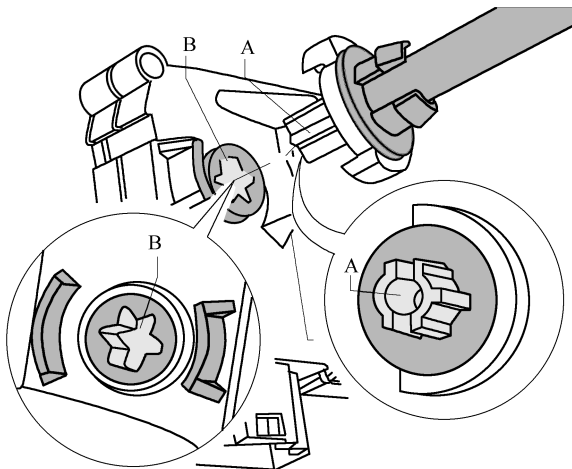

图 8-3-12 检查伺服电动机轴 B 的位置
(1) 检查伺服电动机轴 B 的位置, 轴必须位于图 8-3-12 中所示的位置上。注意以下几点: